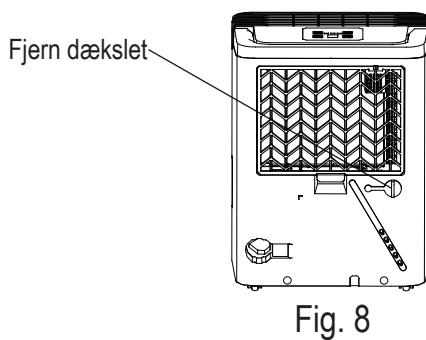
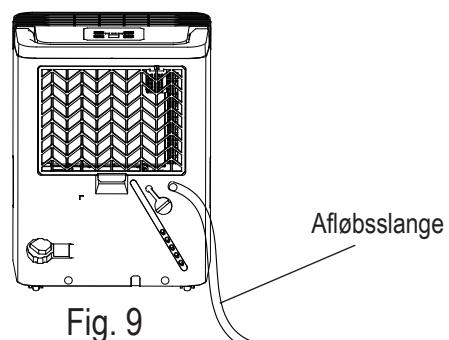

Fig. 8
Fig. 9
- Fjern gummiproppen fra afløbsslanguens udløb Fastgør en afløbsslange (ID = 13.5mm) og før den til gulvafløbet eller et egnet dræningsanlæg (se Fig. 8 og Fig. 9).